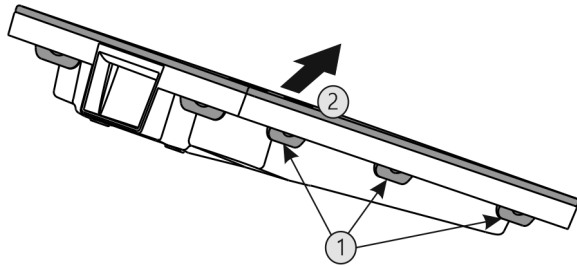

Fig. 44
- ▶ Alle lippen Fig. 44 (1) achtereenvolgens indrukken en de afdekking Fig. 44 (2) verwijderen.